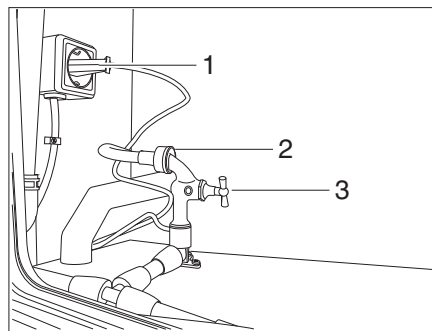

Bild 189 Anschluss Zerhackertoilette
- Wasserhahn der Zerhackertoilette (Bild 189,3) schließen.
- Leitungsschlauch am Bajonettverschluss der Toilette (Bild 189,2) entfernen.
- Zusätzlichen Ablassschlauch, welcher ins Freie führt, am Bajonettverschluss der Toilette (Bild 189,2) anschließen.
- Stecker (Bild 189,1) der Zerhackertoilette aus der Steckdose ziehen.